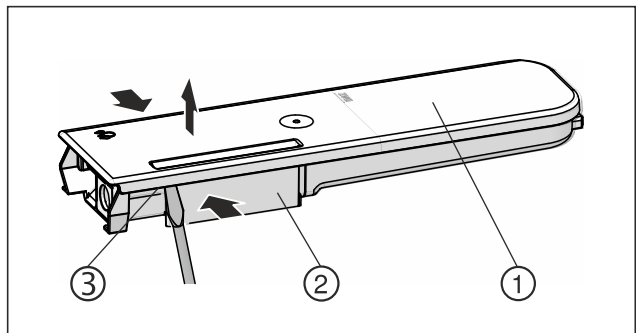

Fig. 134
► 挤压水容器 Fig. 134 (2)，然后小心地将盖子 Fig. 134 (1) 从锁定凸耳 Fig. 134 (3) 上撬起并向上拉。
► 略微来回移动盖子 Fig. 134 (1)，然后将其向上取下。